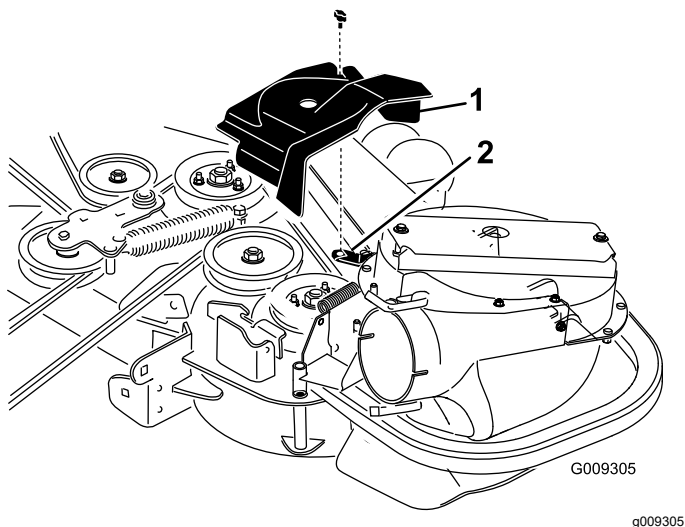
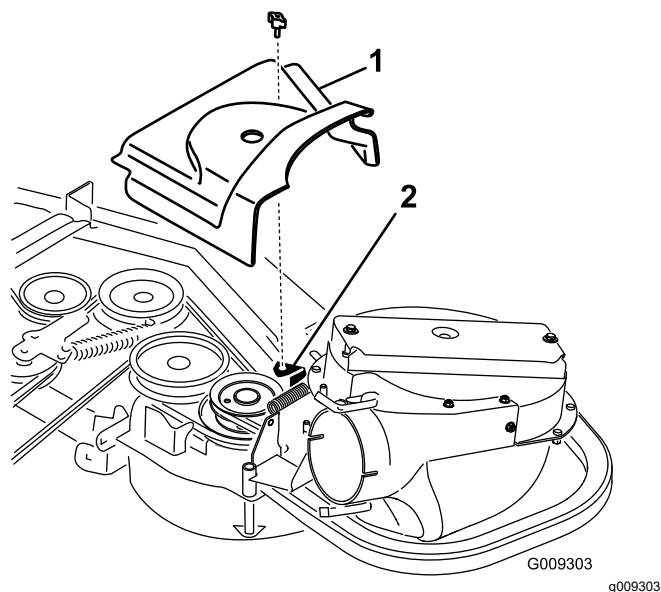

Figura 31
Figura 32
2. Instale a nova cobertura da correia de forma a que os entalhes em ambos os lados fiquem por cima dos suportes da cobertura e prendam o trinco (Figura 31 ou Figura 32)